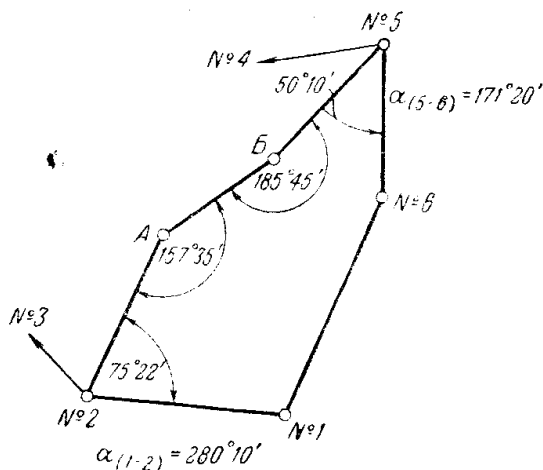

Рисунок 7
**Пример 1.** Проложен диагональный ход между вершинами полигона №2 и 5 (см. рисунок 7). Теодолит ТТ-5,  $t = 30''$